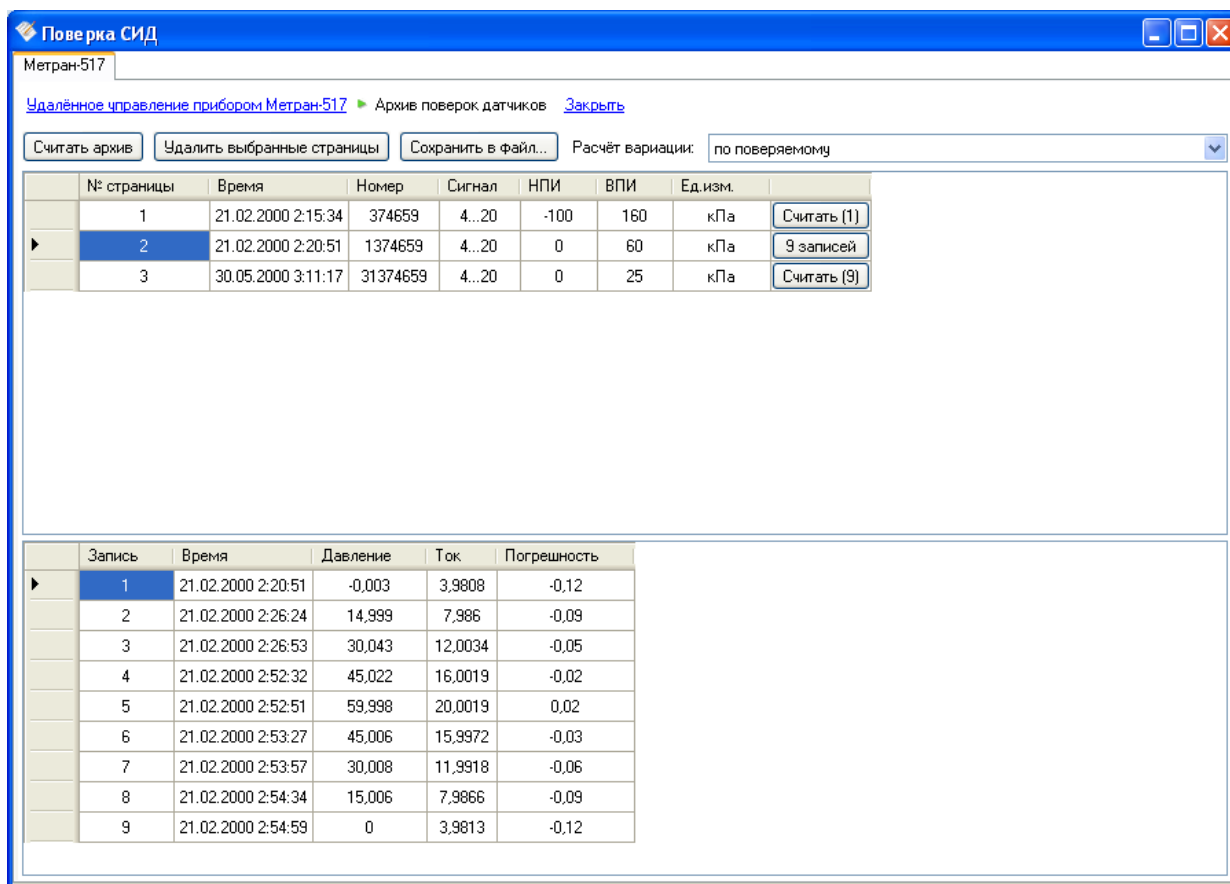

Рисунок 4.98 – Режим считывания архива проверок датчиков давления
- Архив поверок датчиков давления (см. Рисунок 4.98);
В окне программы расположены следующие компоненты (см. Рисунок 4.98):
Для считывания архива поверок из памяти калибратора следует нажать кнопку «Считать архив», после заполнения таблицы архива поверок выбрать интересующую страницу памяти калибратора (протокол поверки) и нажать кнопку «Считать» (см. Рисунок 4.98). После этого производится считывание сохраненных в память калибратора поверочных точек датчика давления.